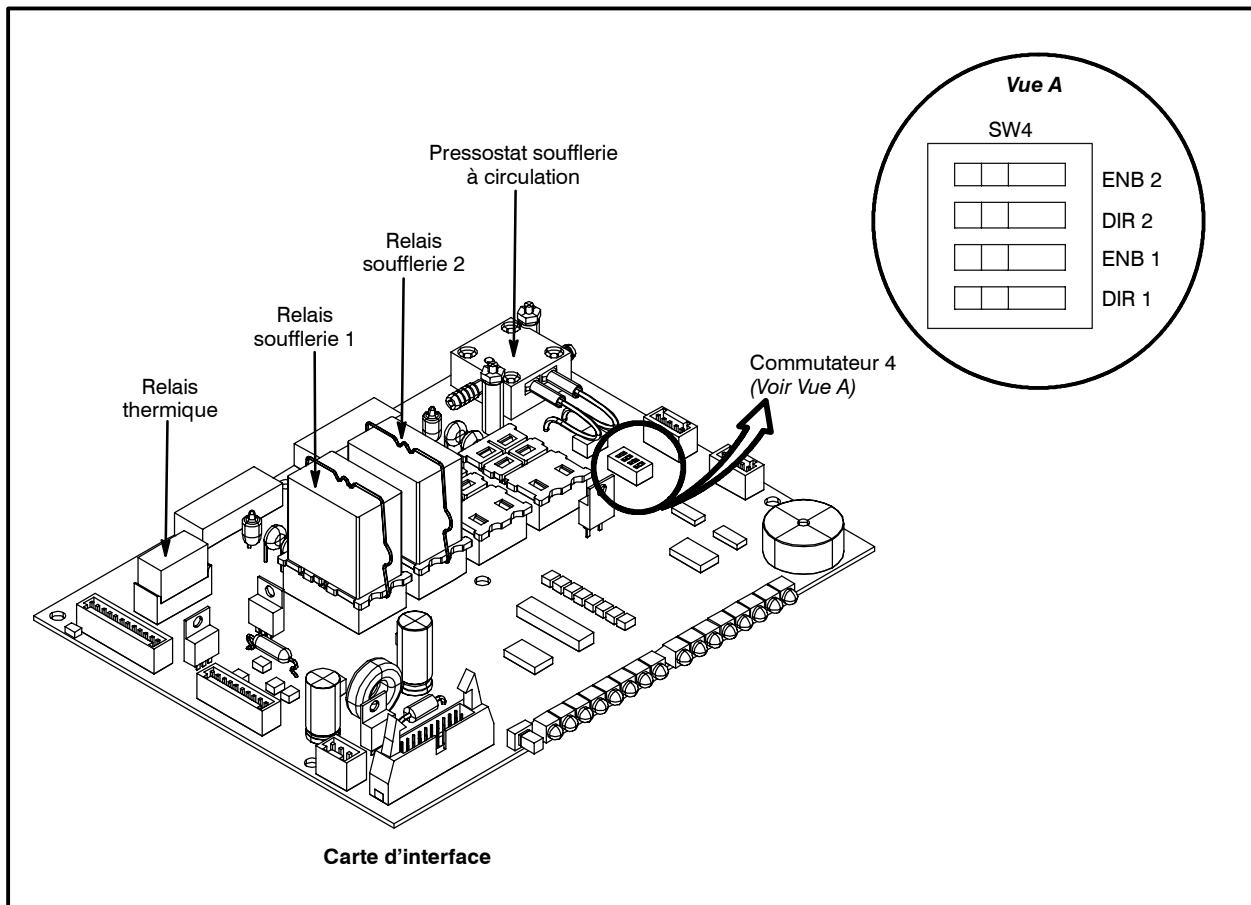

Figure 6
2. Sur la carte d'interface, placez le commutateur DIP intitulé DIR1 sur SW4 (switch 4). Voir la Figure 6.